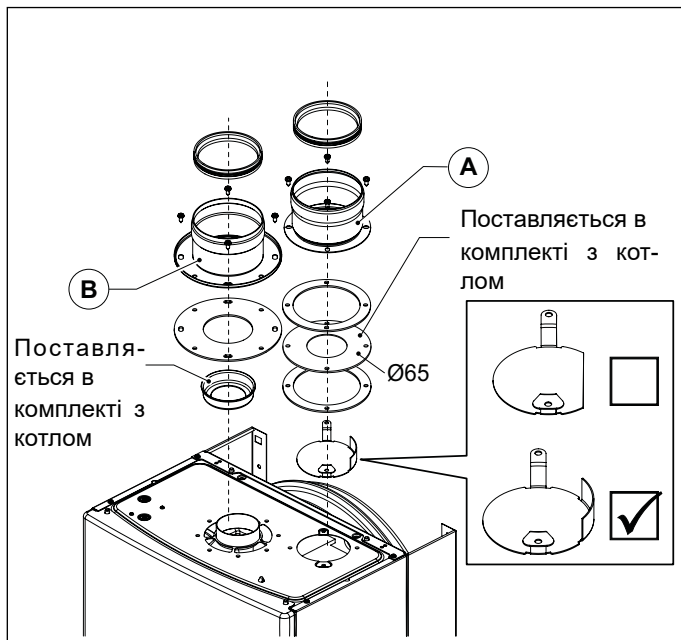

Рис. 8 0SDOPPIA13
- Змонтуйте відповідний дефлектор повітря (дивись Рис. 8 OSDOPPIA13).